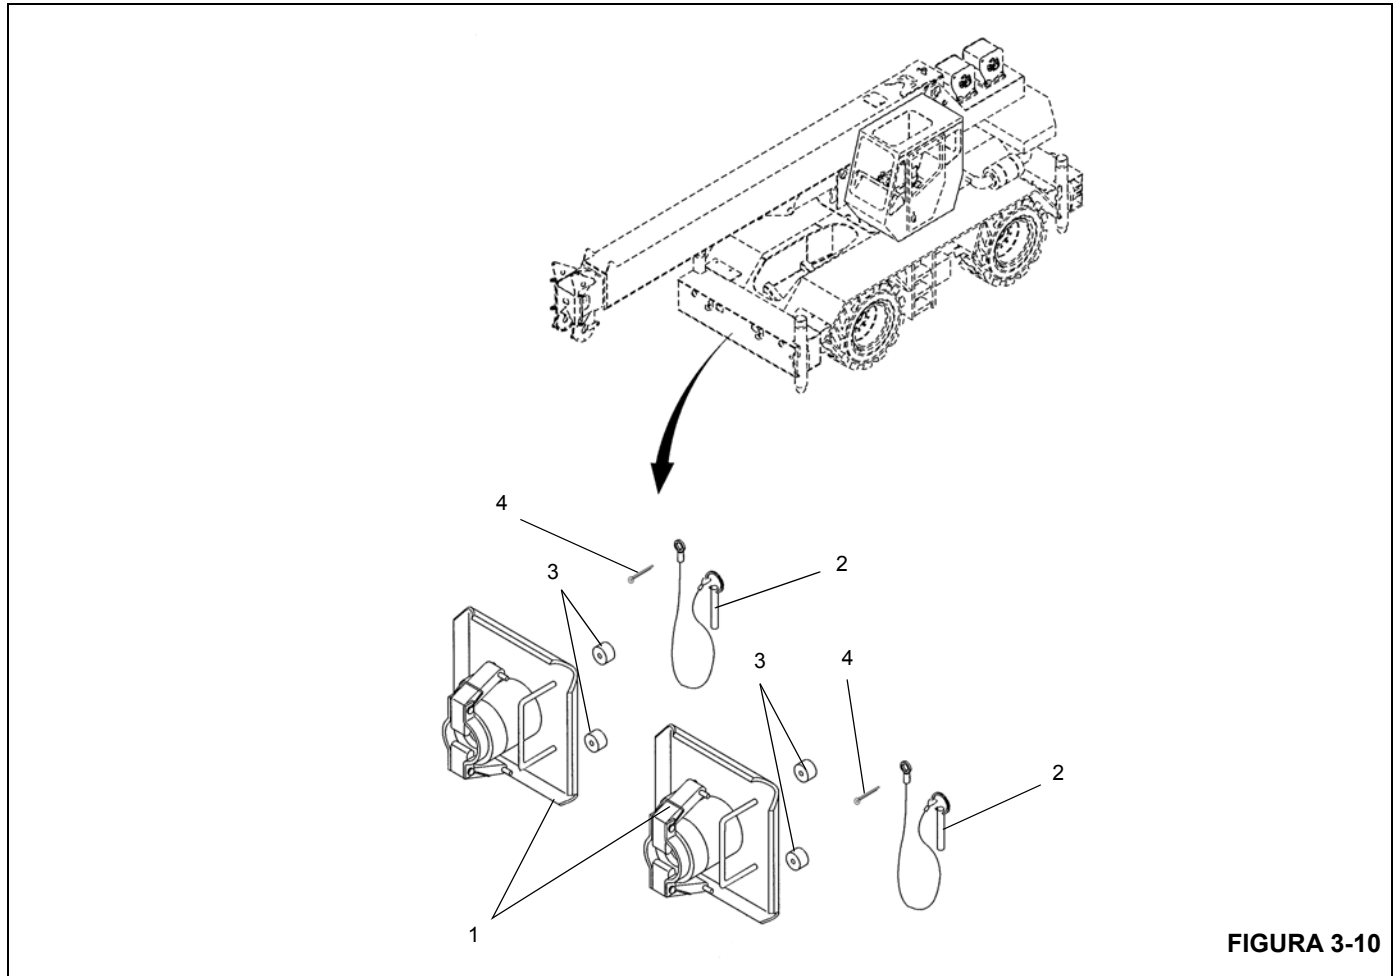

FIGURA 3-10
7. Después de que todos los estabilizadores se hayan retraído, almacene los flotadores de los estabilizadores (Figura 3-10).